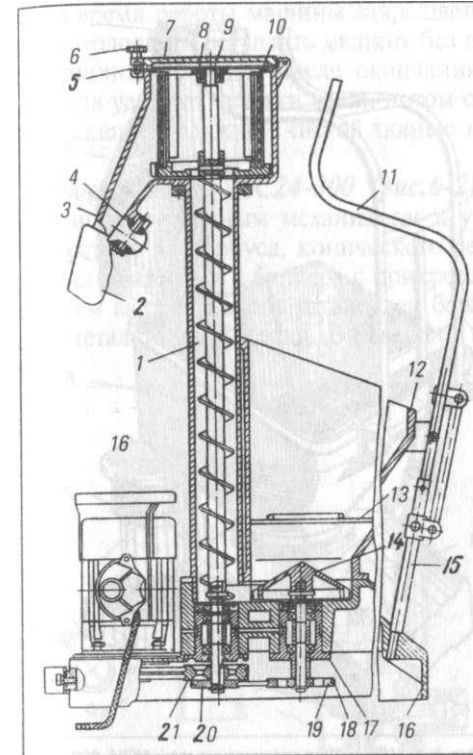

Рис. 6-1. Машина для просеивания муки МПМ-800
**Машина для просеивания муки МПМ-800 (рис.6-1).** Она состоит из чугунной платформы, на которой установлены привод, загрузочный бункер, труба со шнеком и просеивающей головкой.